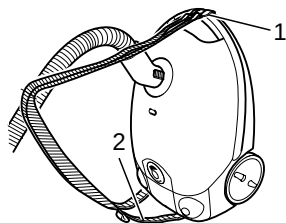

Abb. 15
1. Befestigen Sie den Haken des Schultergurts am Handgriff (Abb. 15/1). Die Schultergurte (Abb. 15/2) müssen zur Oberseite des Gerätes zeigen.
3. Stecken Sie eine Schultergurt-Schnalle in die obere Halterung auf der Rückseite des Gerätes (Abb. 15/2).
1. Lösen Sie den Haken des Schultergurts vom Handgriff (Abb. 15/1).